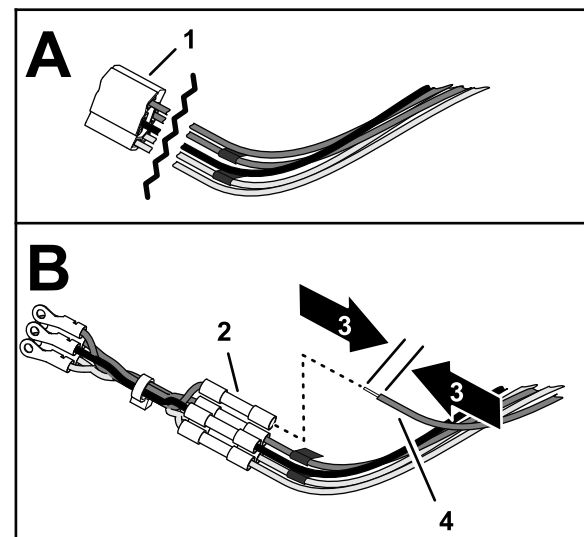

Figura 3
- In corrispondenza del connettore a 5 vie della PDF, tagliate i cavi in prossimità del connettore (Figura 3).
3. Abbinare il colore di isolamento dei cavi che avete spelato nel passaggio 2 al colore di isolamento dei cavi dell'adattatore del cablaggio preassemblato (Figura 3).
4. Inserire il cavo nel giunto di contatto e crimpate il connettore (Figura 3).
6. Ripetete le fasi da 3 a 5 per i cavi restanti dei circuiti dell'interruttore della PDF (Figura 3).